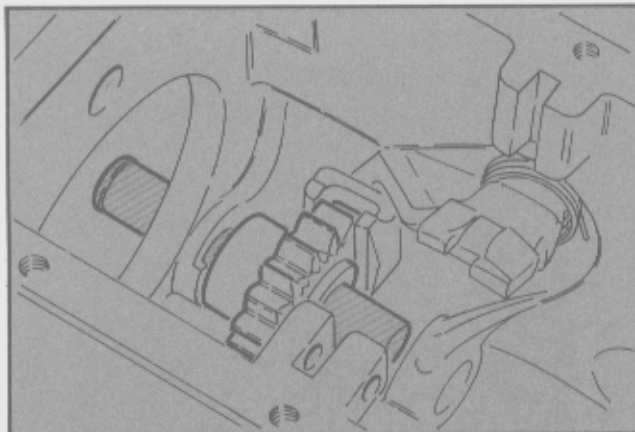

Fig. 34 - Instalación del engranaje intermedio de retroceso.
- Instalar el engranaje intermedio de retroceso, con el extremo largo hacia la tapa intermedia. Guiar el engranaje intermedio en la palanca. Ubicar el eje y colocarlo en su alojamiento con un martillo de cobre (Fig. 34).